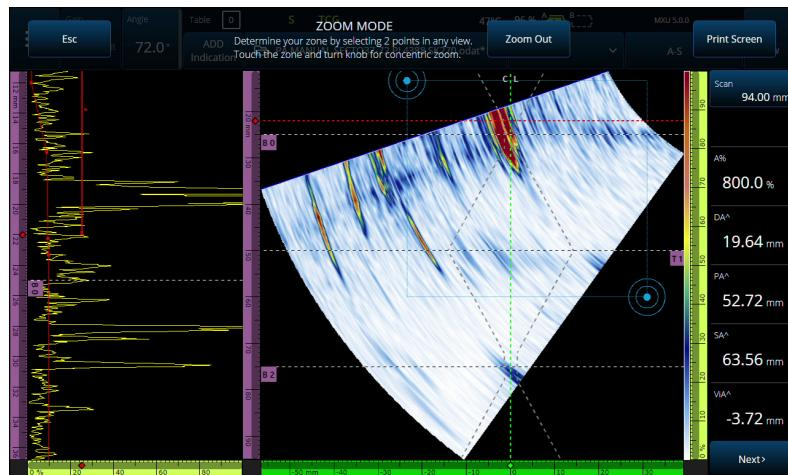

Figura 2-11 Exemplo de zoom
1. Pressione a tecla Zoom (⌘) para ligar (ou desligar) o modo de zoom (Figura 2-11 na página 44).
- ◆ Pressione a tecla Zoom (Zoom) para ligar o modo de zoom (Figura 2-11 na página 44) e, em seguida, toque em **Print Screen** (capturar tela) na tela.